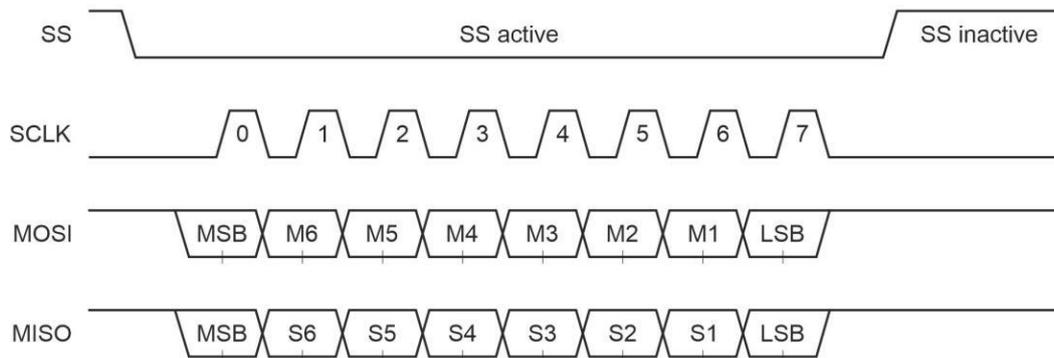

图 7：SPI 协议与 AMS 5935 的 SPI 设置（CPOL = 0, CPHA = 0, SS_pol = 0）
- 8) 压力连接端口 1 处的介质兼容性: (端口 1 处的描述见图 7 和图 8) 干净的、干燥的气体, 对硅材料、室温硫化硅橡胶 (RTV-Silicone)、黄金材料无腐蚀性 (碱性或酸性液体将会导致传感器的损坏)。对于带金属管的压力传感器, 还必须考虑镀镍钢管及其环氧树脂粘合剂的介质兼容性。
- 9) 压力连接端口 2 处的介质兼容性: (端口 2 处的描述见图 7 和图 8) 对硅材料、派热克斯玻璃 (Pyrex)、室温硫化硅橡胶 (RTV-Silicone) 等无腐蚀性 (碱性或酸性液体将会导致传感器的损坏)。对于带金属管的压力传感器, 还必须考虑镀镍钢管及其环氧树脂粘合剂的介质兼容性。
AMS 5935的SPI通信遵循图7所示的通信协议，具有以下几个通信阶段：